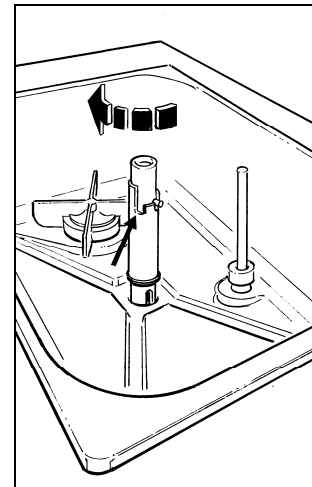

Fig. 7
- Positionnez le tuyau d'alimentation en air et réglez-le en soulevant et en tournant la partie mobile supérieure dans le sens des aiguilles d'une montre, en position fermée sur l'encoche inférieure indiquée par la flèche (Fig. 7).